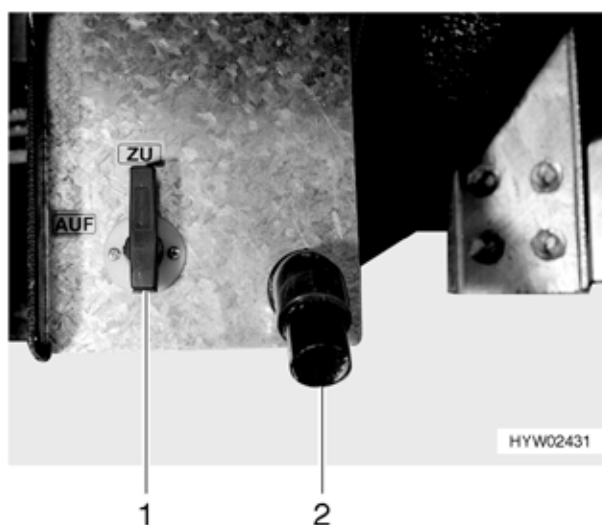
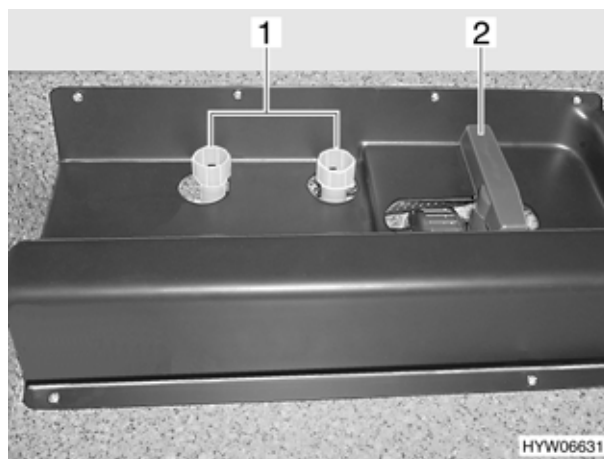

Fig. 147 Leva di comando e tubo di scarico del serbatoio delle acque grigie, chiuso
Fig. 148 Leva di comando per il serbatoio delle acque grigie nel garage di coda, chiuso
- per il tubo di scarico (Fig. 147,2) sul lato sinistro o su quello destro del veicolo (Fig. 147,1) (Star-Line) oppure
- nel garage di coda/gavone di coda (Fig. 148,2) sui modelli con doppio fondo.
Il tubo di gomma per lo scarico (di serie) è posto nel vano portabombole e può essere usato come prolunga fissandolo al tubo di scarico (Fig. 147,2).
- Per aprire il rubinetto di scarico ruotare la leva di comando (Fig. 147,1 o Fig. 148,2) di un quarto di giro in senso antiorario. Leva di comando è in posizione orizzontale.